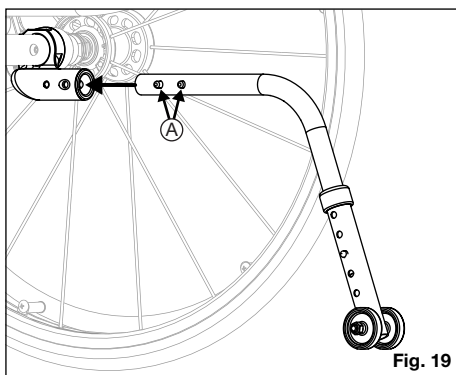

Fig. 19
Hvordan installere standard tippsikringer (Fig. 19)
1. Trykk utløserstiften for bakre tippsikring (fig. 19:A) på røret for tippsikringen bak, slik at begge utløserstiftene forsvinner inn.